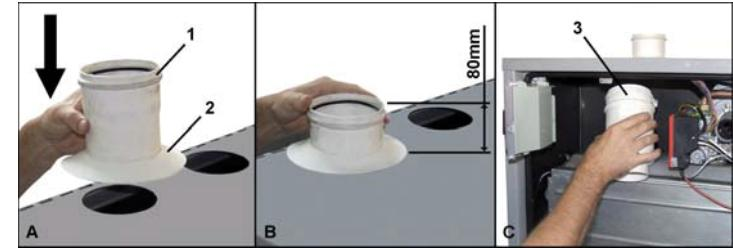

рис. 33
- B Соблюдайте размер, указанный в рамке "B" на рис. 33. Данный размер следует увеличить на 5 мм для каждого добавленного модуля.